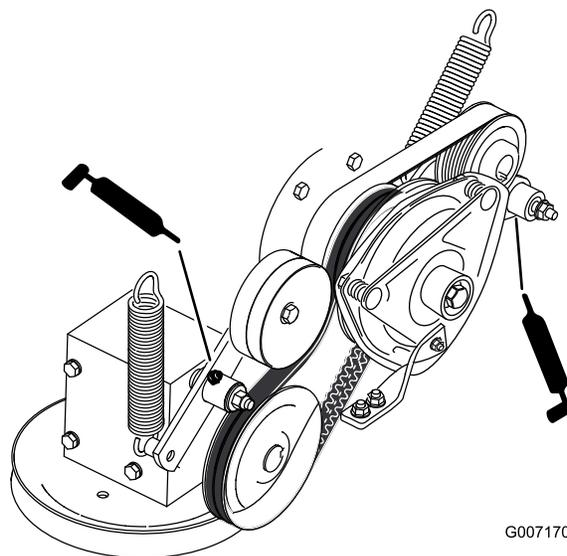

Figura 56
8. Ingrassate il braccio di rinvio della trasmissione della PDF (Figura 56).
9. Ingrassate il braccio di rinvio della cinghia della pompa (Figura 56).